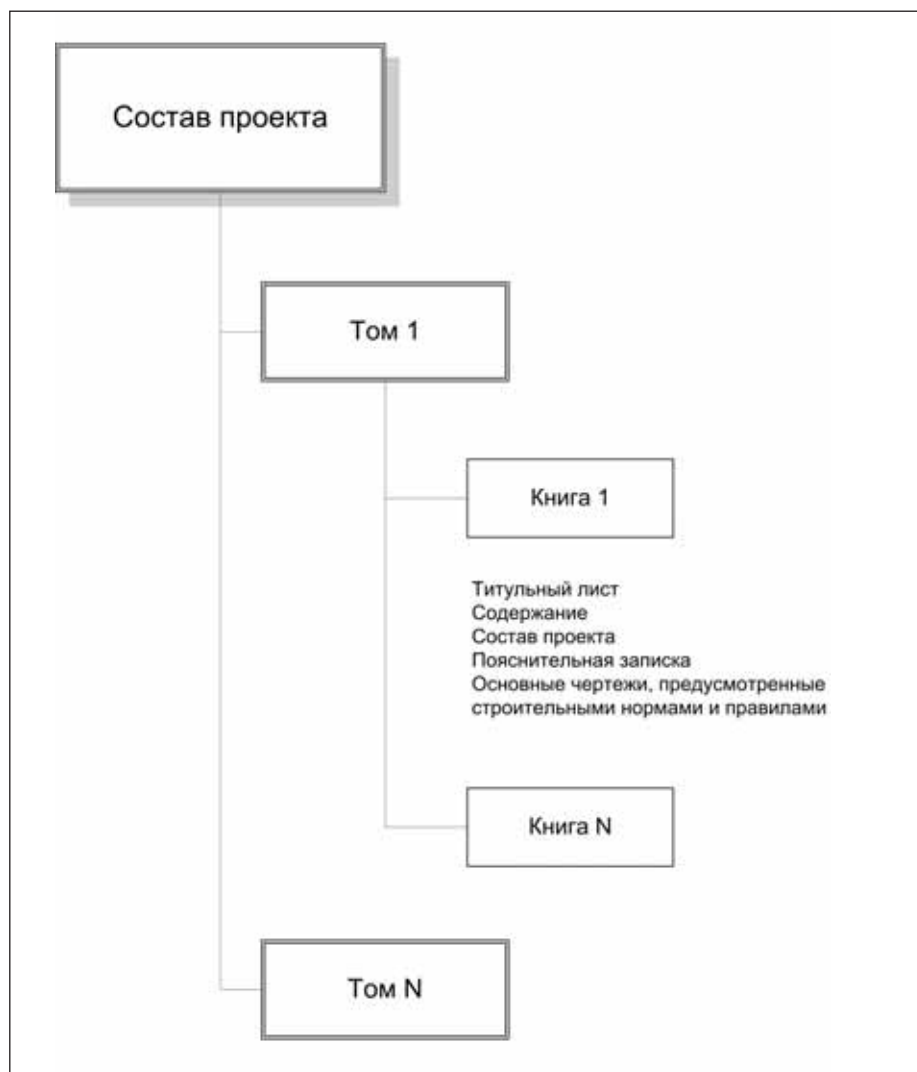

Рис. 2. Состав проекта
- Возможность комплектовать в тома согласно ГОСТ 21.101-97 проектную документацию, предназначенную для утверждения (рис. 2).